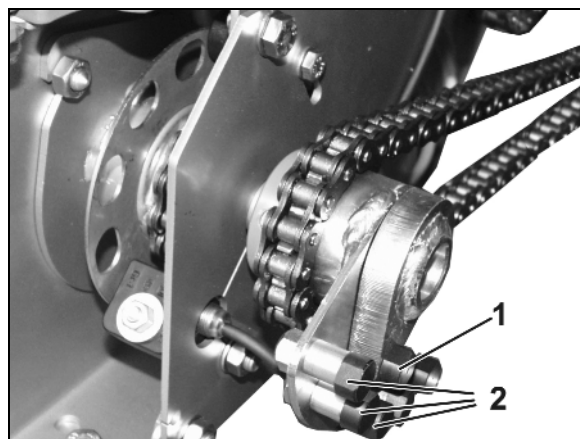

Рис. 111
В случае блокировки дозирующего вала вследствие попадания посторонних предметов в дозатор, пластиковый винт отходит в сторону (Рис. 111/1) и работа привода во избежание повреждений прерывается.
3. Извлеките запасной винт (Рис. 111/2) из держателя.